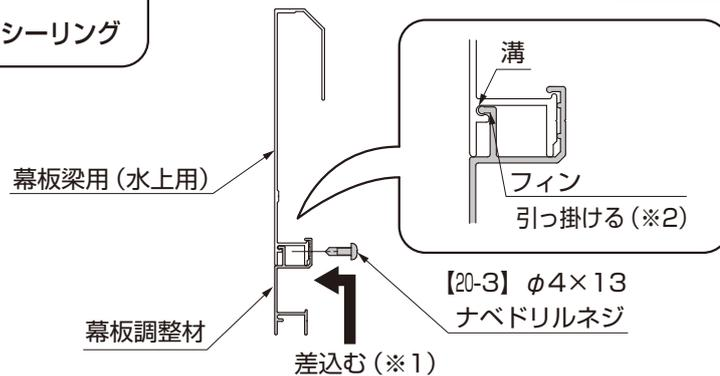

図14-7 A部詳細図
①幕板梁用 (水上側) に、幕板調整材の上部を差込んで (※1)、[20-3] で裏面から取付けてください。(図14-7参照)
- 幕板梁用の溝に、幕板調整材のフィンを引っ掛けるように取付けてください。(※2) (図14-7参照)
②横樋梁用の穴を各タイトフレーム端部の剣先に挿入してください。